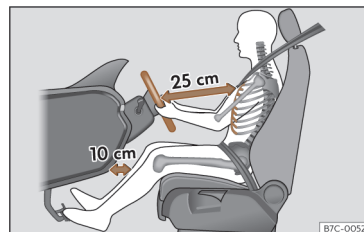

Fig. 14 A separação correta entre o condutor e o volante deve ser de 25 cm no mínimo (10 polegadas).
- Ajuste o volante de modo a ficar a uma distância de, pelo menos, 25 cm (10 polegadas) do esterno >>> **Fig. 14** e a poder segurá-lo com ambas as mãos pelos lados, pela parte exterior, com os braços ligeiramente fletidos.